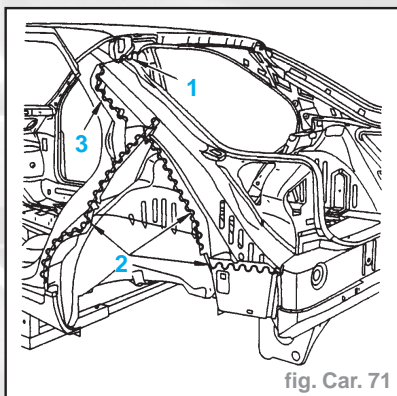

fig. Car. 71
- Appliquer une colle structurale (fig. Car. 71) :